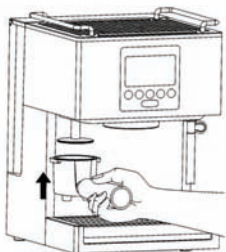

Рис. 4
- 11.9. Отстранете излишното кафе от края на филтъра и утъпкайте кафето с помощта на прикрепения към експреса уред (6) или с мярката (14) (Рис. 4).
- 12.9. Отстранете излишното кафе от края на филтъра и утъпкайте кафето с помощта на прикрепения към експреса уред (6) или с мярката (14) (Рис. 4).
- 13.9. Отстранете излишното кафе от края на филтъра и утъпкайте кафето с помощта на прикрепения към експреса уред (6) или с мярката (14) (Рис. 4).